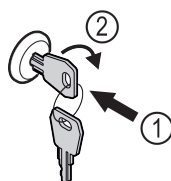

Fig. 131 Ilustratīvs attēlojums
- Iespiediet atslēgu Fig. 131 (1).
- Griežiet atslēgu par 90° pulksteņrādītāja virzienā *Fig. 131 (2)*.